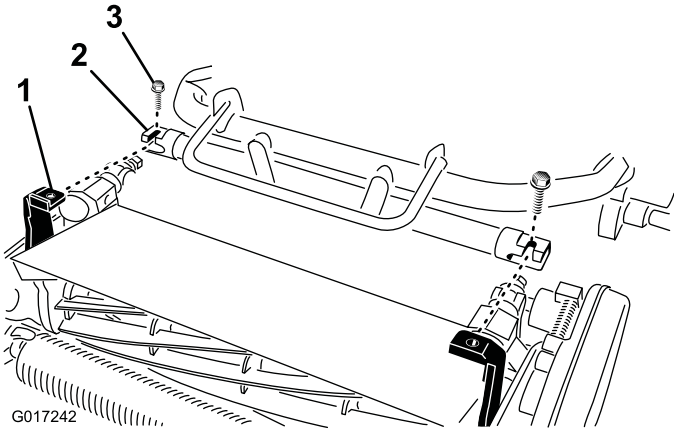

図 6
4. トラクションユニットのフレーム図6を前方に引き出してカッティングユニットのピボットアームに接続する。
5. トラクションユニットのフレームをカッティングユニットのピボットアームに固定する3/8 x 3/4 インチのボルト2本を使用する図6。